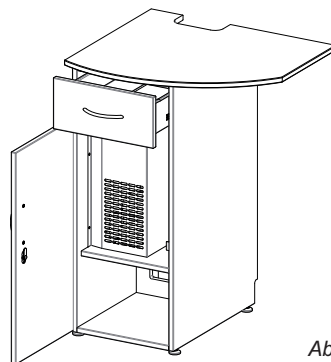

Abb. 20
3.9.3 Unterschrank mit eingebauter Kühleinheit (Abb. 20)